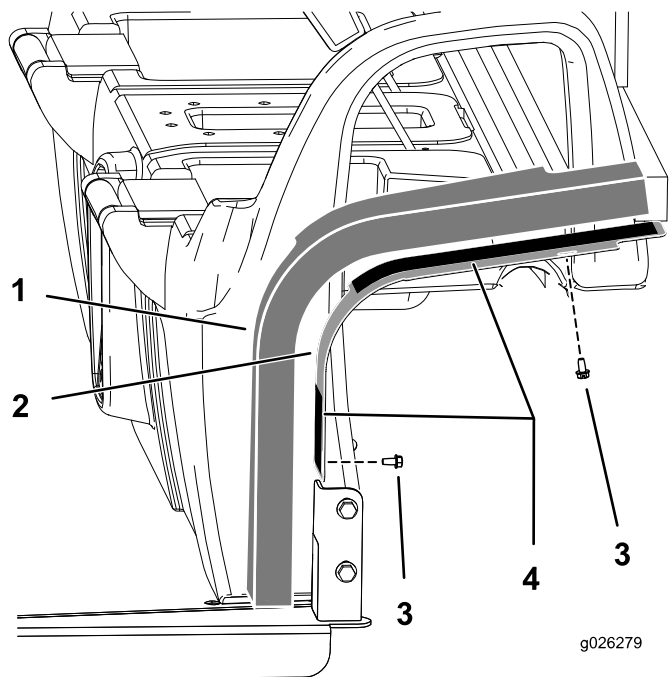

Figure 7
- Fixez les panneaux latéraux sur la cabine avec 4 boulons (1/4"), comme montré à la Figure 7.
- Retirez la pellicule protectrice du ruban adhésif double face sur les plaques de montage (Figure 7).
- Montez les panneaux en mousse sur l'ensemble (Figure 7).